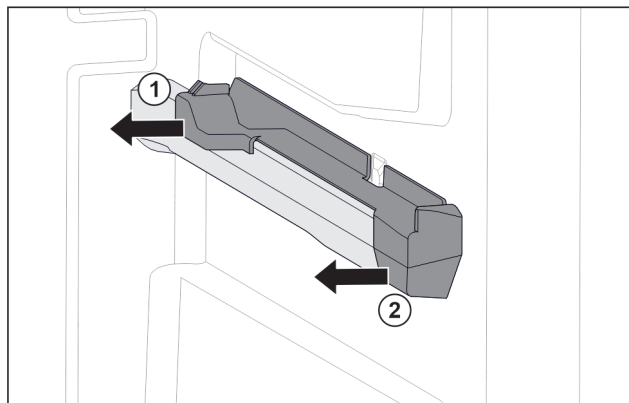

Fig. 51 Elemento inseribile sulla nervatura destra del contenitore
- ▶ Estrarre l'elemento inseribile dal lato posteriore di lato. Fig. 51 (1)
- ▶ Estrarre l'elemento inseribile dal lato anteriore di lato. Fig. 51 (2)